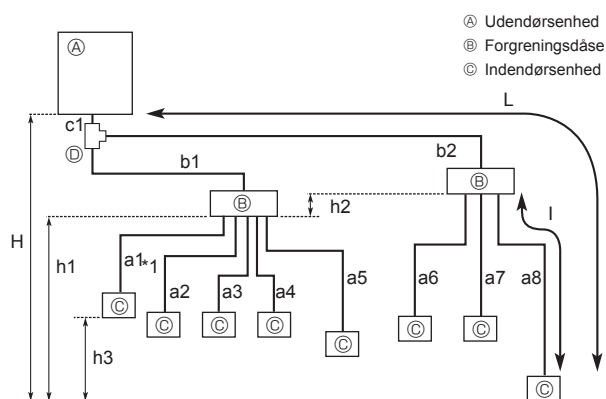

Fig. 4-2
4.2.2. Tilslutning med forgrening (Fig. 4-2)